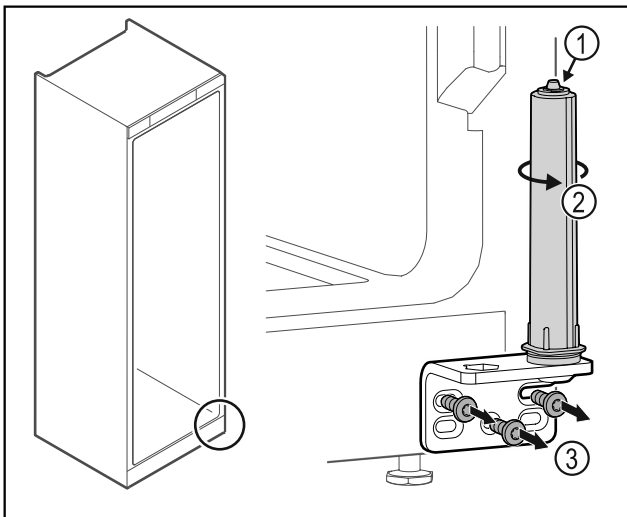

Fig. 49
- ▶ Μην αποσυναρμολογείτε το σύστημα κλεισίματος πόρτας Fig. 49 (1).
- ▶ Περιστρέψτε το σύστημα κλεισίματος Fig. 49 (2), μέχρι να κάνει κλικ.
- ▶ Ξεβιδώστε τη γωνία μεντεσέ Fig. 49 (3).